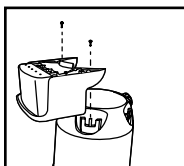

FIGURE 6
5. Prenez le porte-accessoires et insérez-le dans les fentes situées à l'arrière du réservoir (en face du drain). Fixez-le avec les vis fournies. **FIGURE 6.**